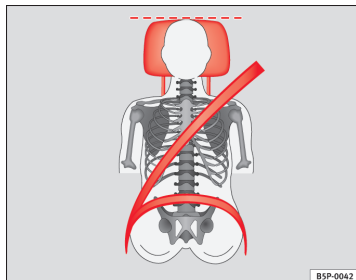

Fig. 12 Sangle bien ajustée et appuie-tête correctement réglé (vue de face)
- La sangle baudrier de la ceinture de sécurité doit passer au milieu de l'épaule, jamais sur le cou. La ceinture de sécurité doit s'appliquer bien à plat sur le buste et l'enserrer fermement ⇒ fig. 12.